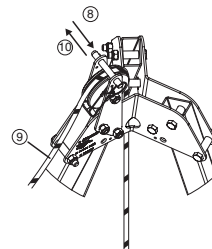

Fig. 10
8. Togliere il perno che si trova al di sopra della puleggia di rinvio nella parte superiore del treppiede tracpode (Fig. 10, 8).
9. Passare la fune dell'apparecchio derope™ attorno alla puleggia di rinvio (Fig. 10, 9).
10. Riposizionare il perno per impedire che la fune esca dalla puleggia di rinvio (Fig. 10, 10).